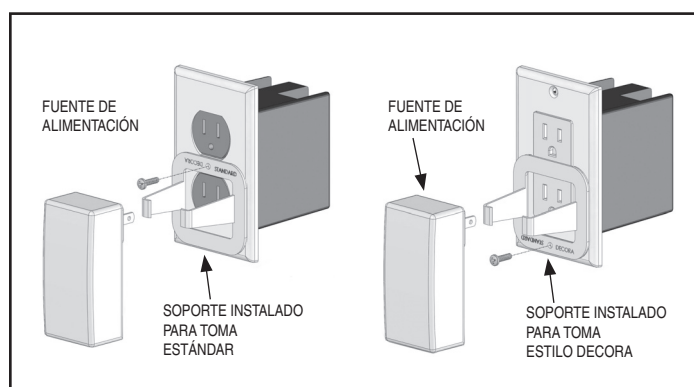

Figura 19. Cómo asegurar la fuente de alimentación
2. Despegue el fondo adhesivo del soporte de la fuente de alimentación y coloque el soporte en la toma ajustándolo con el tornillo de la tapa de la toma. Preste atención a la orientación según se trate de una toma estándar o tipo Decora (vea la Figura 19).